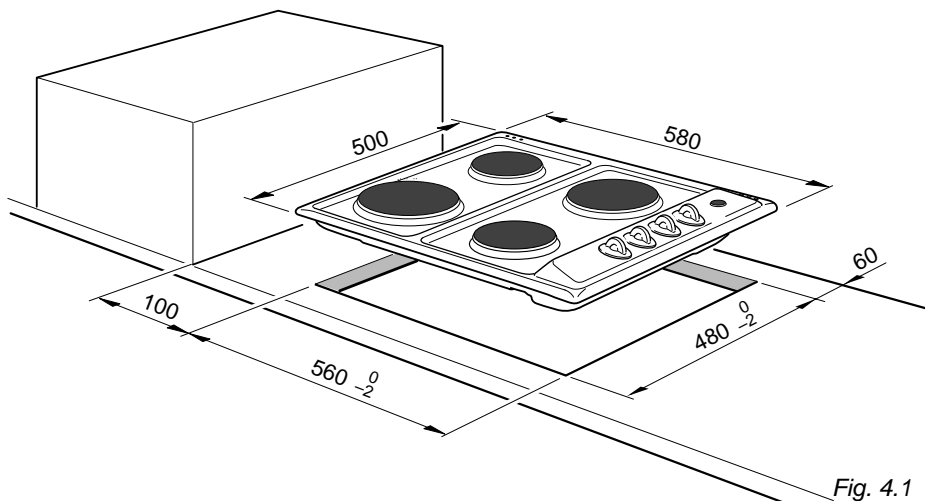

Fig. 4.1
Para empotrar la placa en el mueble es necesario efectuar una abertura con las dimensiones indicadas en la fig. 4.1, teniendo presente que:
- ✓ Cualquier pared al lado que sobresalga la placa debe estar a una distancia mínima de 100 mm (fig. 4.1).
- ✓ La pared detrás del placa de cocción debe estar a una distancia mínima de 60 mm (fig. 4.1).